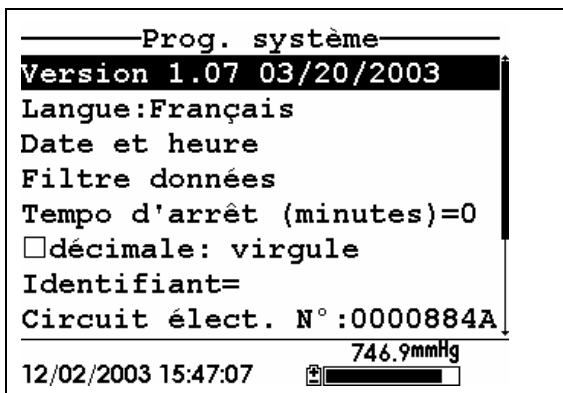

Figure 10.2 Ecran de programmation du système
2. Utilisez les touches à flèches pour positionner le curseur sur le choix **Date & Heure** dans l'écran de programmation du système. Reportez vous à la Figure 10.2 *Ecran de programmation du système*.
2. Utilisez les touches à flèches pour positionner le curseur sur le choix AutoExtinction/**Shutoff time** dans l'écran de programmation du système. Reportez vous à la Figure 10.2 Ecran de programmation du système.
2. Utilisez les touches à flèches pour positionner le curseur sur le choix **Virgule décimale** dans l'écran de programmation du système. Reportez vous à la Figure 10.2 *Ecran de programmation du système*.
2. Utilisez les touches à flèches pour positionner le curseur sur le choix **Unités du baromètre** dans l'écran programmation du système. Reportez vous à la Figure 10.2 Ecran de programmation du système.